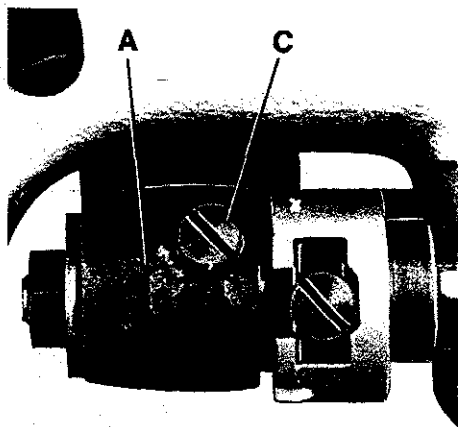
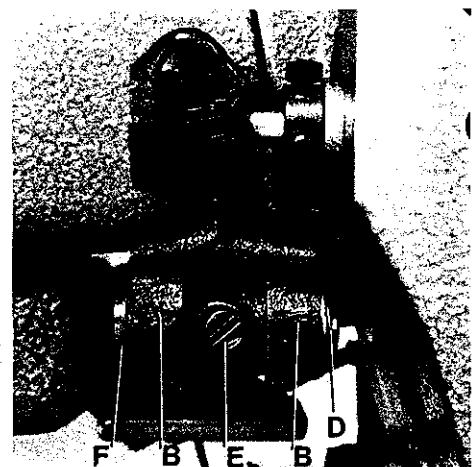

Fig.13
Fig.14
The ball bearing grease for the needle bearings (A, Fig. 13 and B, Fig. 14) of the spreader drive has to be renewed every six months. The front needle bearing can be greased after removing the guard and turning out screw (C, Fig. 13). The two rear needle bearings can be greased after removing retaining ring (D, Fig. 14) loosening screw (E) and pressing out link stud (F). Reassemble all parts carefully.
Das Wälzlagerfett der Nadellager (A, Fig. 13 und B, Fig. 14) für den Legerantrieb muß alle 6 Monate erneuert werden. Das vordere Nadellager kann nach Entfernen des Schutzbleches und Herausdrehen der Schraube (C, Fig. 13) gefettet werden. Die beiden hinteren Nadellager können nach Entfernen der Sicherungsscheibe (D, Fig. 14), lösen der Schraube (E) und herausdrücken des Gelenkbolzens (F) gefettet werden. Montieren Sie alle Teile wieder sorgfältig.